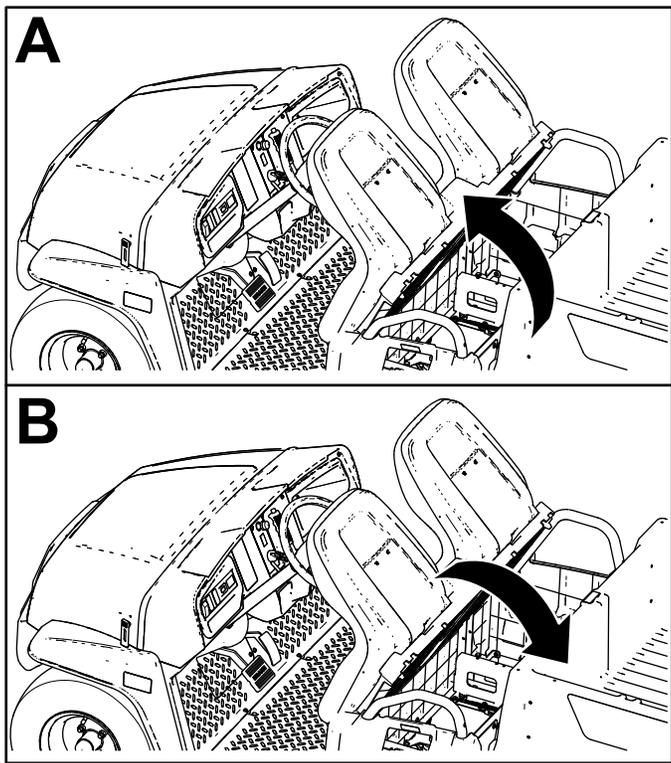

图 26
要升起座椅组件将其向前推直至依靠到方向盘上 图 26。
要放下座椅组件将其向后推直至回到原来的位置 图 26。
1. 将座椅组件向前推到升起位置图 26。